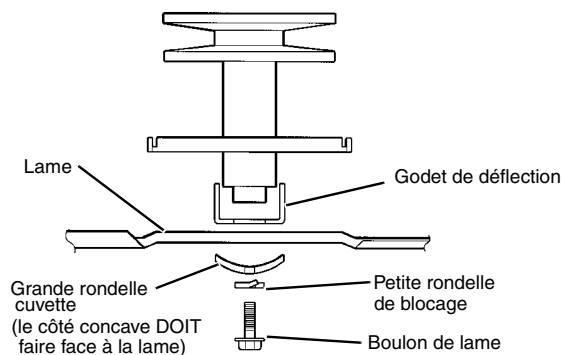

FIGURE 19
- Réassembler la visserie et le godet de déflexion exactement dans l'ordre illustré (voir FIGURE 19).